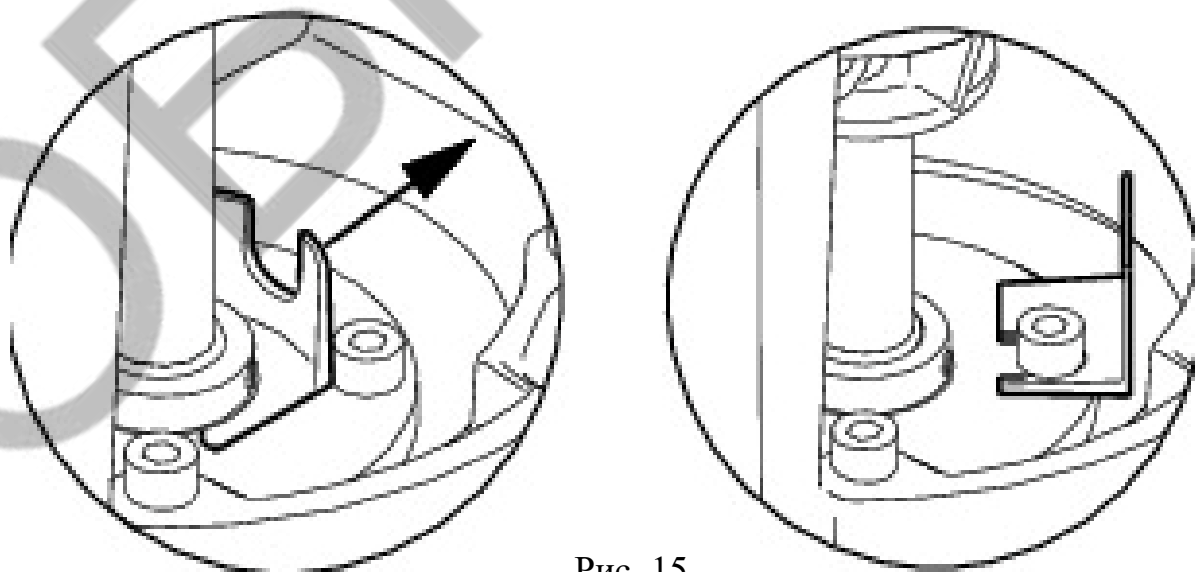

Рис. 15
8. Снять с вала поз. 30 регулировочный калибр. Повернуть его и закрепить винтом поз. 16б, смотрите рис. 15.
12. Снять с вала поз. 30 регулировочный калибр. Повернуть его и закрепить винтом поз. 16б, смотрите рис. 15.
22. Снять с вала поз. 30 регулировочный калибр. Повернуть его и закрепить винтом поз. 16б, смотрите рис. 15.